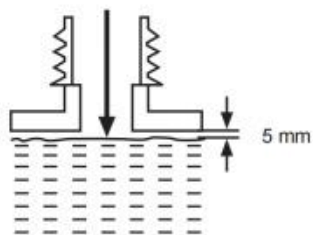

Fig. 17
3) Ne pas trop remplir et laisser env. 5 mm d'espace jusqu'au bord inférieur pour laisser le lubrifiant se dilater (Fig. 17).